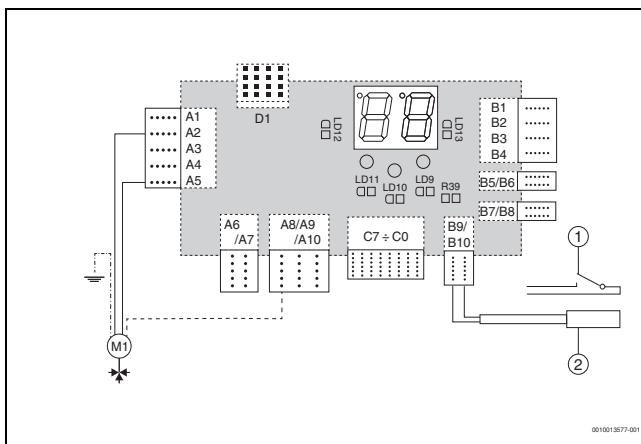

Fig. 1 Racordul vanei cu 3 căi pentru funcția sistemului de comandă al apei calde sau al sursei de rezervă
- ▶ Raccordați cablul elementului de reglaj la sistemul electronic al cazonului de încălzire, corespunzător schemei electrice (→Fig. 1). Izolați firele rămase (este vorba de contactele interne ale elementului de reglaj).
- ▶ Raccordați senzorul la bornele B9-B10 ale sistemului electronic, corespunzător schemei electrice (→Fig. 1). La bornele și cablurile senzorului nu trebuie respectată nicio polaritate.